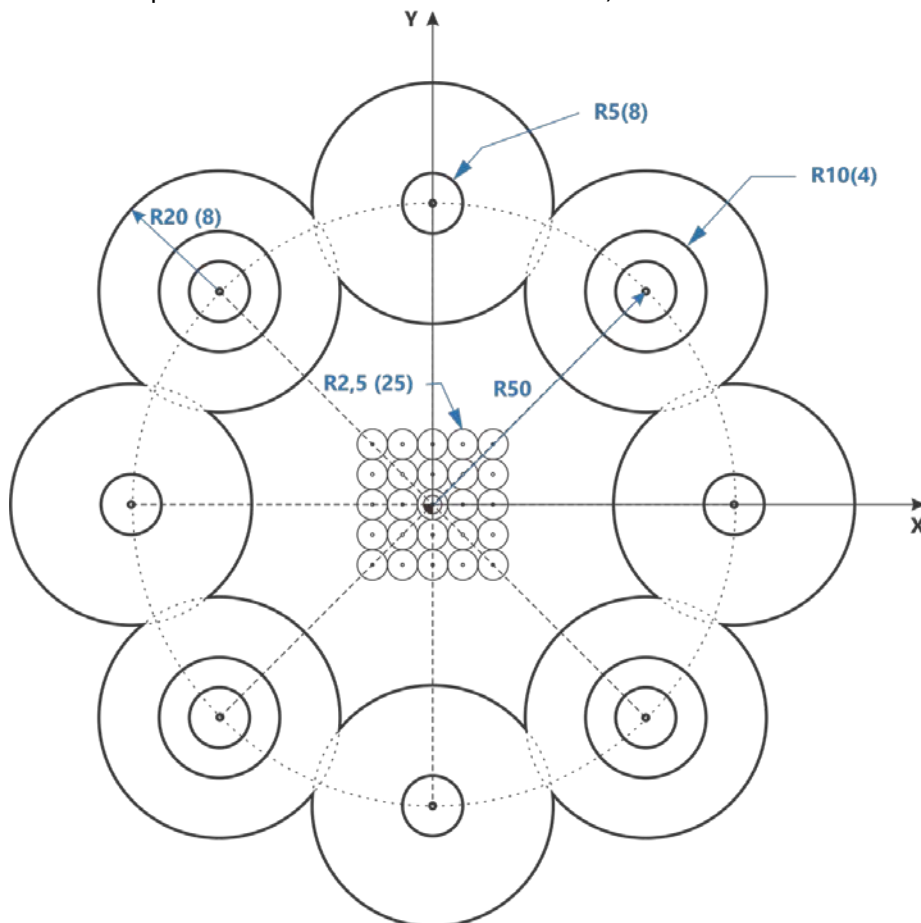

Figura 11.25 Piesa de prelucrat
Se consideră desenul din figura 11.25.
**Problema 1** Să se deseneze piesa, conform schiței din figura 11.25.
**Cerința 4:** Să se realizeze operația de frezare a buzunarului delimitat de conturul interior prezentat în figura 11.25.
6.	Diametrul piesei din figura 11.25 a crescut în urma operației de frezare laterală.
9.	Desenarea celor 25 de găuri din figura 11.25 se putea face și prin altă metodă.